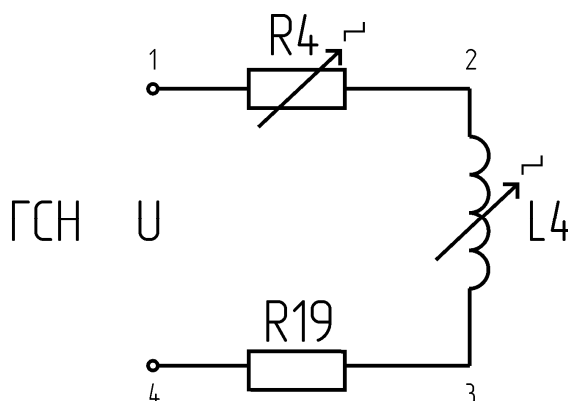

Рис.16
1. Собрать цепь по схеме рис.16, установив $R_4=50$ Ом.
2. Для определения активного сопротивления R_k катушки индуктивности в блоке переменных индуктивностей L_4 подключить к клеммам 1-4 цепи рис.16 источник постоянного напряжения с регулируемой ЭДС E_2 и установить на входе цепи напряжение $U=10$ В.
6. Для исследования установившегося синусоидального режима подключить к клеммам 1-4 цепи рис.16 генератор и цифровой вольтметр. Вращением ручки генератора "регулировка вых." установить на входе цепи напряжение $U=10$ В.
- 2.1 полное сопротивление (Z) цепи рис.16;